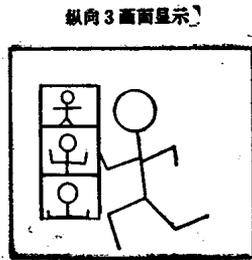

图6 纵向3画面显示
(2) 纵向3画面显示：3个画面可以都是静止的，或者是2个静止画面1个活动画面，3个辅画面可以移到左方或移到右方，见图6。